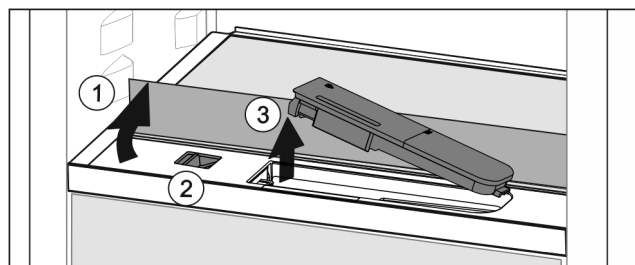

Fig. 119
- ▶ Tõstke klaasplaat üles ja klappige lõpuni taha Fig. 119 (1).
- ▶ Lükake liugurit Fig. 119 (2) vasakule.
- ▶ Võtke veepaak välja Fig. 119 (3).